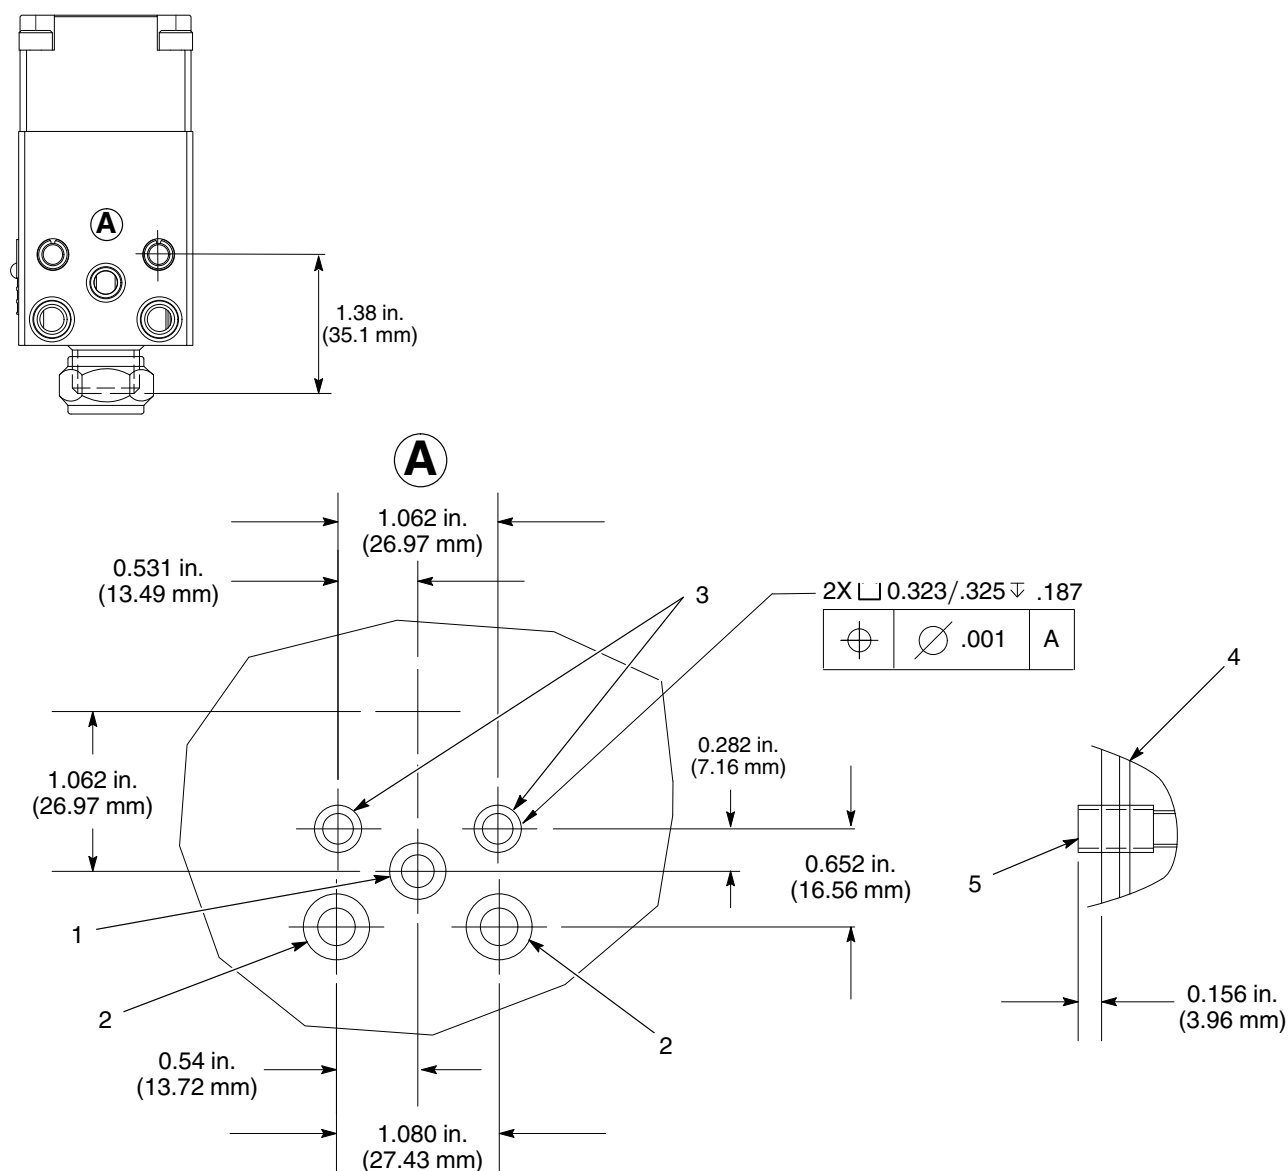

Рис. 4 Размеры для монтажа на коллекторе
Данные для монтажа дозирующего клапана на коллекторе см. на рис. 4. Помимо высверливания монтажных отверстий (3), высверлить отверстия для впуска материала (1) и впуска сжатого воздуха (2).